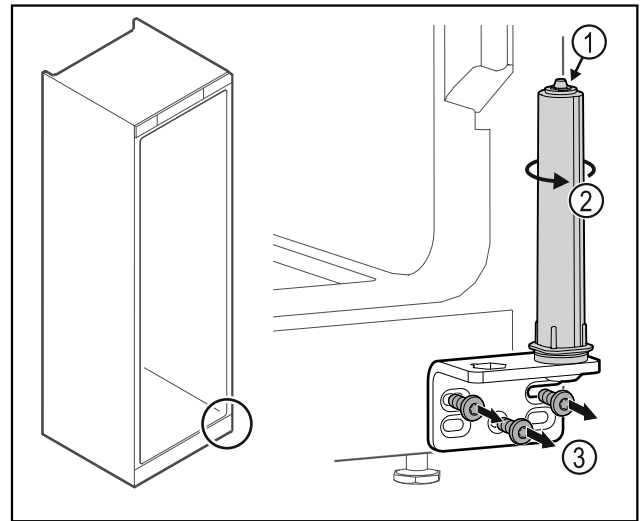

Fig. 51
- ▶ Türschließsystem Fig. 51 (1) nicht zerlegen.
- ▶ Schließsystem Fig. 51 (2) drehen, bis es klickt.
- ▶ Scharnierwinkel Fig. 51 (3) abschrauben.